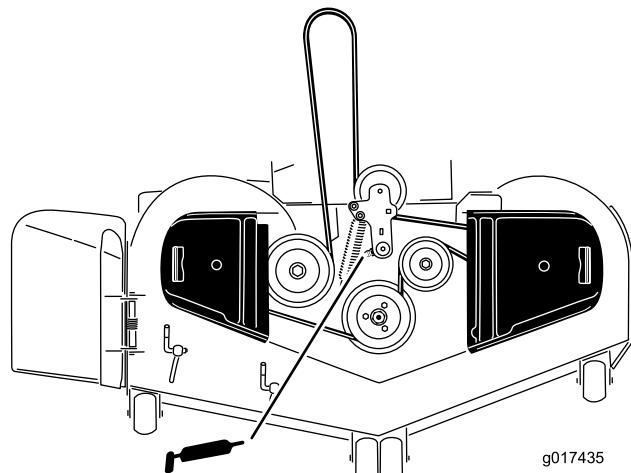

Bild 33
3. Fetten Sie das Drehgelenk der Mähwerkspansscheibe ein, bis Schmiermittel unten austritt (Bild 33).